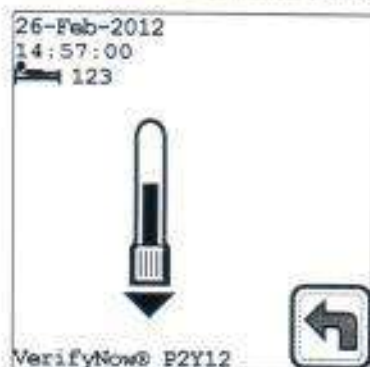

Figura 5-2 Menú principal
2. Encienda el instrumento utilizando el interruptor de encendido en el panel trasero ("I" indica que está encendido). El instrumento se encenderá y realizará una rutina de autoanálisis que durará aproximadamente 30 segundos. Después de que se complete el autoanálisis, se mostrará la pantalla de inicio. Pulse la tecla Siguiete para avanzar al menú principal (Figura 5-2). nu (Fig Permita que el instrumento se caliente al menos durante 15 minutos antes del uso.